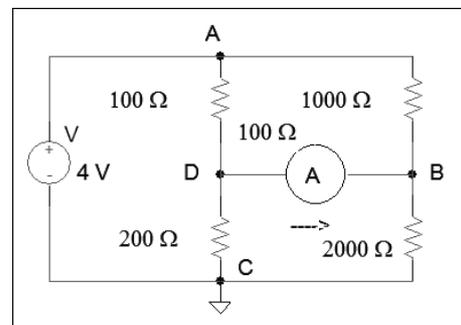

Figura 5
7.- Cierta puente de Wheatstone resistivo tiene una fuente de tensión de  $5 \text{ V}$  y una resistencia interna despreciable. El detector es un galvanómetro con sensibilidad  $5 \text{ mm}/\mu\text{A}$  y resistencia  $100 \Omega$ . El puente se encuentra equilibrado cuando las resistencias en los brazos son  $AB 1000 \Omega$ ,  $BC 2000 \Omega$ ,  $CD 200 \Omega$  y  $DA 100 \Omega$ . ¿Cuál sería la deflexión dada por el galvanómetro cuando la resistencia en el brazo  $BC$  cambia en  $5 \Omega$ ? Utilícese para ello la nomenclatura de la Figura 5.